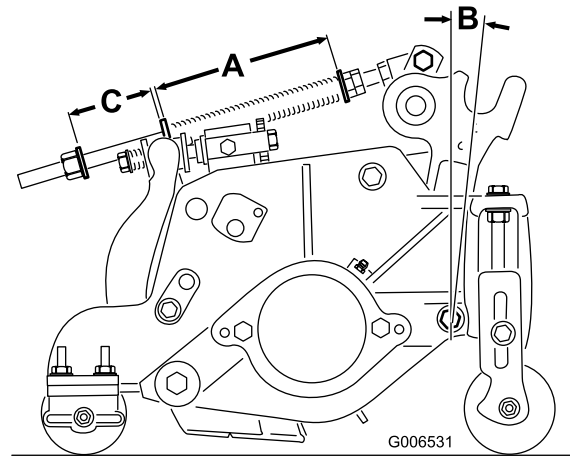

Bild 20
Die Rasenkompensierungsfeder (Bild 20) verlagert das Gewicht von der vorderen zur hinteren Rolle. Dies reduziert ein Bobbing genanntes Wellenmuster auf der Rasenfläche.
1. Ziehen Sie die Sicherungsmutter hinten an der Federstange an, bis der Abstand (C) zwischen der Federhalterung hinten und der Scheibe vorne 51 mm beträgt (Bild 20).
2. Ziehen Sie die Sechskantmutter vorne an der Federstange an, bis die komprimierte Länge (A) der Feder 159 mm beträgt (Bild 20).
Hinweis: Verlängern Sie die Länge der komprimierten Feder (A) und den Abstand (C) um 13 mm, wenn Sie unebenes Terrain mähen (Bild 20).